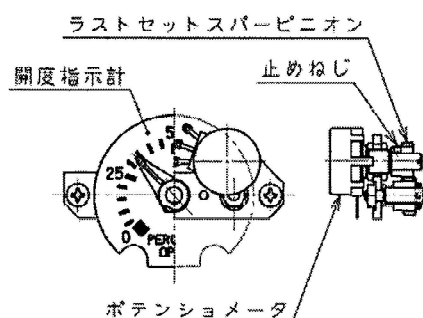

図7 ポテンシオメータ
3.10.3 調整要領(各部品は図7を参照してください。)
- ①リミットスイッチカバーの締付ボルトを緩め、パッキンを傷つけないように、静かに取り外します。
- ②手動又は電動で、バルブを開度50%に操作します。
- ③ポテンシオメータの片側の抵抗値(端子1-2間、又は端子2-3間)が、全抵抗値(端子1-3間)の約50%になっていることをテストなどで確認します。